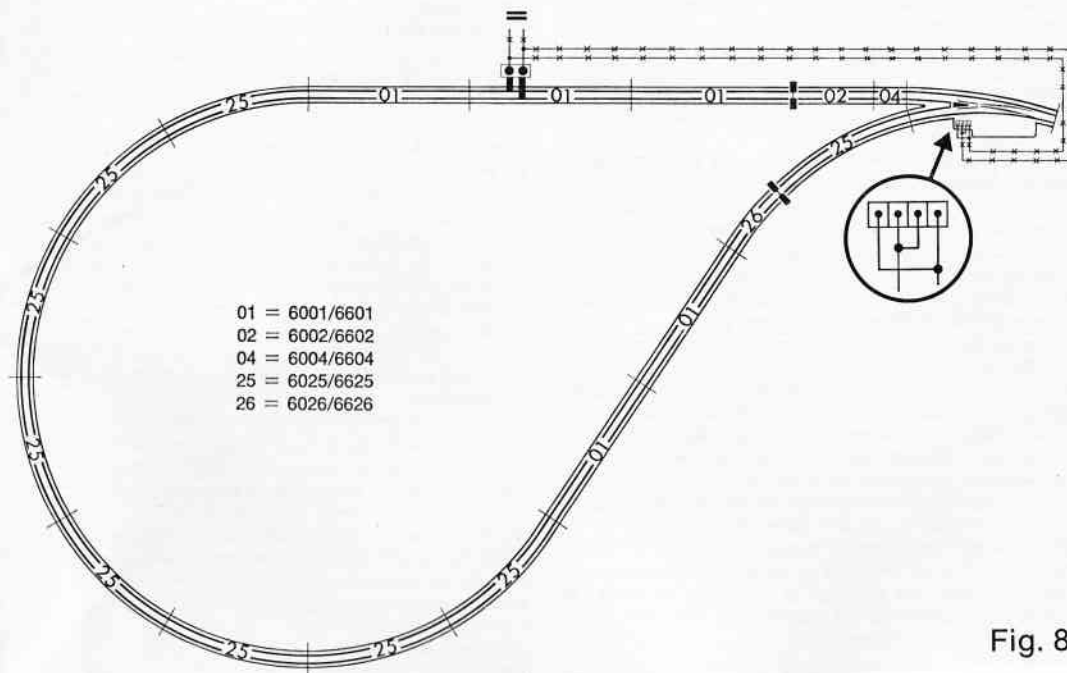

Fig. 8
A) Stroomvoorziening in de keerlus (Fig. 8).
A) Einspeisung in die Kehrschleife (Fig. 8)